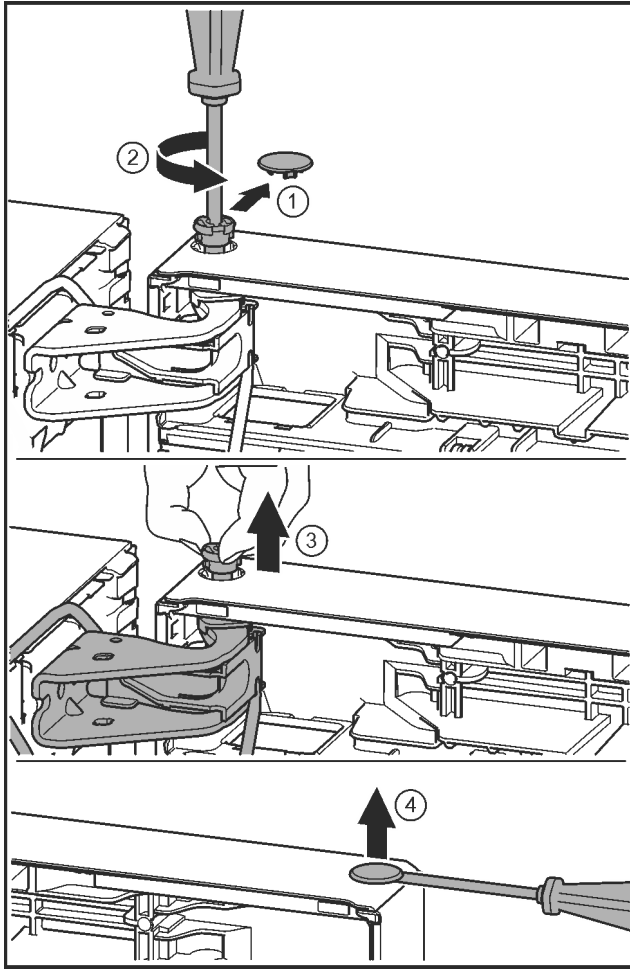

Fig. 21
- ▶ Осторожно снять предохранительную крышку. Fig. 21 (1)
- ▶ Немного выкрутить палец отверткой T15. Fig. 21 (2)
- ▶ Удерживать дверь и вытянуть палец рукой. Fig. 21 (3)
- ▶ Осторожно приподнять шлицевой отверткой заглушку из опорной втулки двери и вынуть. Fig. 21 (4)